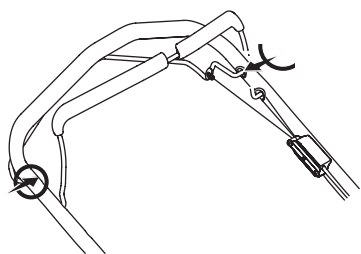

Figura 8
2. En los modelos de la Serie 280 equipados con un control de transmisión, también lubrique los puntos de pivote en la palanca de control de la transmisión al menos una vez por temporada con aceite ligero. Este control debe operar libremente en ambas direcciones. Consulte la Figura 8.
3. Lubrique las ruedas con aceite ligero o aceite para motor al menos una vez por temporada. Si las ruedas se quitan por cualquier motivo, debe lubricar con aceite ligero la superficie del perno del eje y de la cara interna de la rueda. Consulte la Figura 8.